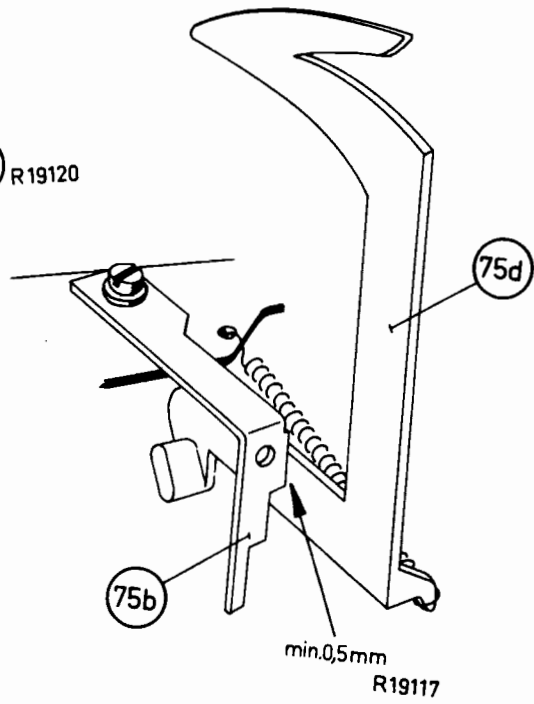

Fig.17
4. In de kleine trapbeugel 75b bevindt zich een slobgat. Als de bevestigingsschroef wordt losgedraaid, is deze beugel verdraaibaar, (zie fig. 17).
Door het bladveertje aan de grote trapbeugel 75c iets te verbuigen (zie fig. 17).